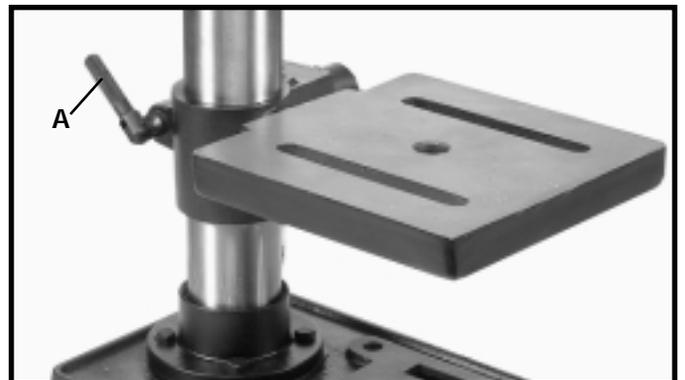
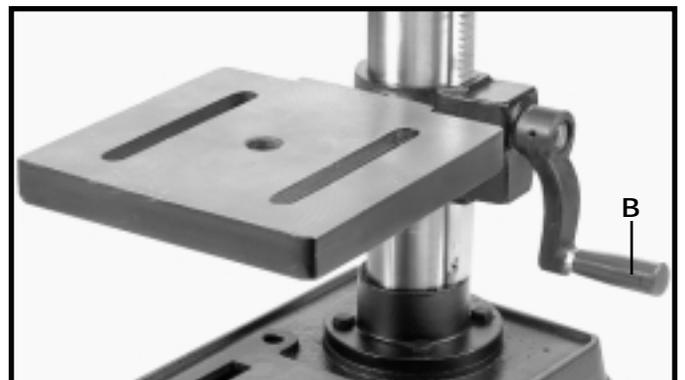

Fig. 20
Fig. 21
1. Le plateau peut être relevé ou abaissé sur la colonne de la perceuse en desserrant le levier de blocage du plateau (A) fig. 20, et en tournant la manivelle (B) fig. 21, pour le relever ou l'abaisser. Une fois le plateau à la hauteur voulue, serrez le levier (A) fig. 20. **REMARQUE** : Le positionnement final du plateau de la perceuse doit toujours être obtenu en le relevant.
2. Le plateau peut être tourné sur 360 degrés autour de la colonne en desserrant le levier de blocage (A) fig. 20, puis, en tournant le plateau à la position voulue et en resserrant le levier (A).